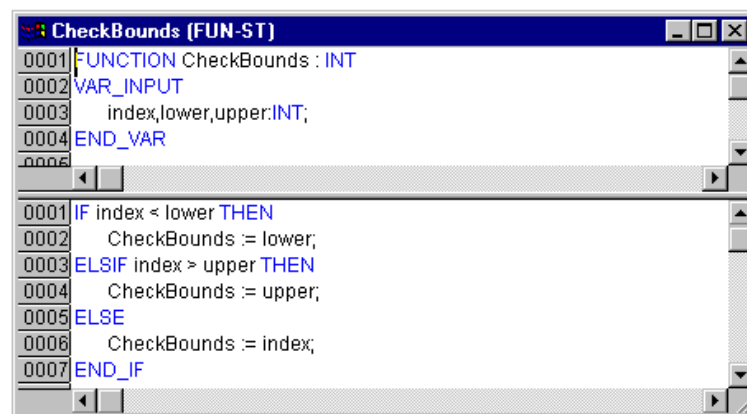

图 3-2-1
- 如果在工程中使用 CheckBounds 来定义函数，则可以自动进行数组越界错误检查。该函数名的关键字必须是 CheckBounds，CheckBounds 的程序如图 3-2-1 所示。